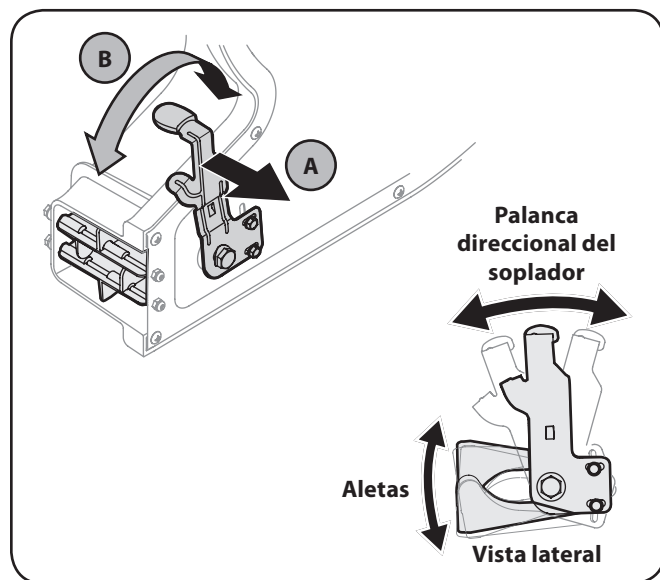

Figura 5-1
1. Tire de la palanca hacia afuera del soplador. Vea la Figura 5-1.